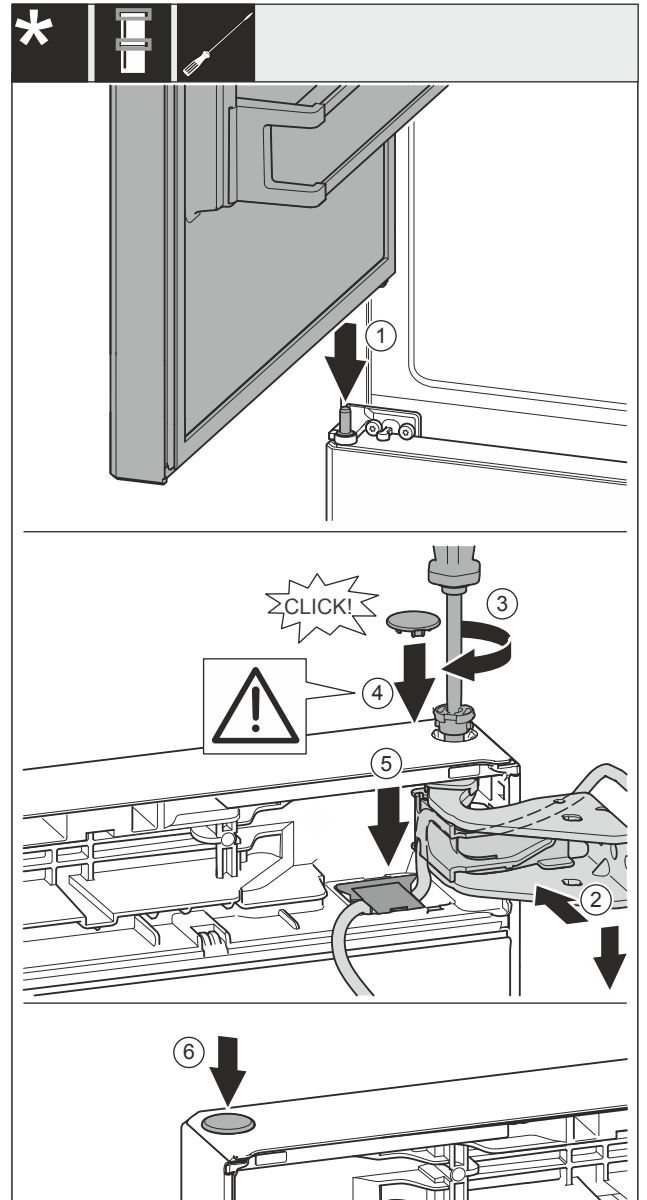

Fig. 51
- ▶ 冰箱上方门放置在中间轴承螺栓 Fig. 51 (1)上。
- ▶ 将冰箱门的上方对准托架 Fig. 51 (2)中的开口。
- ▶ 放入螺栓 Fig. 51 (3)并用螺丝刀拧紧。
- ▶ 装入盖板 Fig. 51 (4)。
- ▶ 检查盖板 Fig. 51 (4)是否紧贴贴在冰箱门上。
- ▶ 将盖板 Fig. 51 (5)安装并朝下按压，直到其卡入到位。
- ▶ 装入盖板 Fig. 51 (6)。